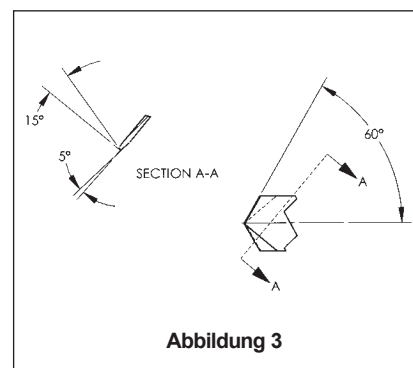

Abbildung 3
3. Entfernen Sie die Feder Abbildung 3
Ersatzklingen sind preisgünstig; die Klingen können aber in jedem Fall nachgeschliffen werden. Bitte beachten Sie dafür die Abbildung 3.